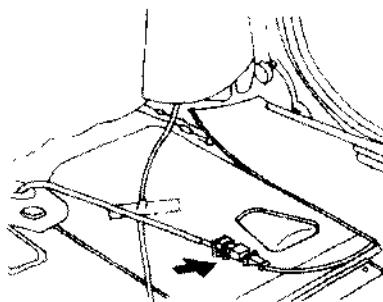

图7.48 拆开后轮速度传感器的线束连接器
① 翻起汽车后坐垫, 拆开后轮速度传感器的线束连接器, 如图7.48所示。